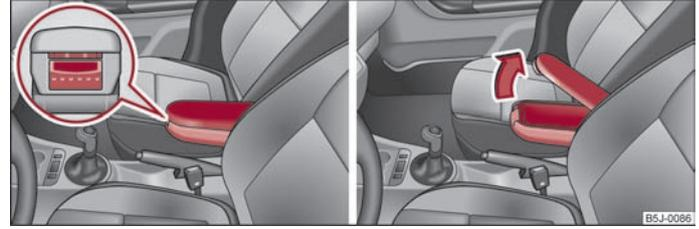

Abb. 69 Armlehne: Ablagefach / Ablagefach öffnen
- Drücken Sie die untere Taste an der Stirnseite der Armlehne ⇒ Abb. 69 links. Klappen Sie die Armlehne vor und lassen Sie die Taste wieder los.
- Drücken Sie die obere Taste und klappen Sie die Abdeckung des Ablagefachs nach oben ⇒ Abb. 69 rechts.